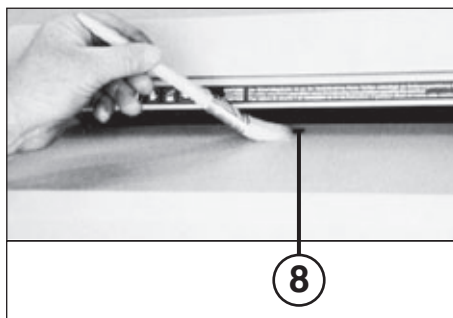

Fig. 5
RENGÖRING AV FOTOCELLERNA (8) (fig. 5):